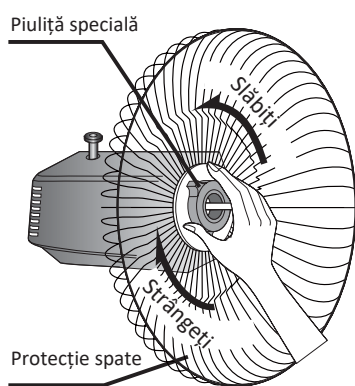

Fig. 1
1. Îndepărtați roțița și piulița specială de pe arborele motorului. Aliniați orificiile protecției din spate cu partea din față a capacului motorului și fixați cu piulița specială. (Fig. 1)